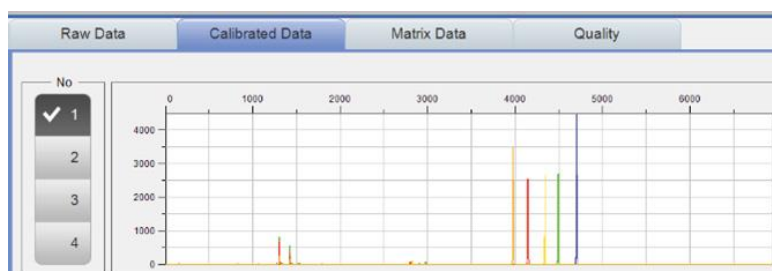

図 147 Spectral Calibration で検出される色素の順番
7. 図 146 で示される色素順と一致するエレクトロフェログラムのイメージ例が図 147 に示されています。